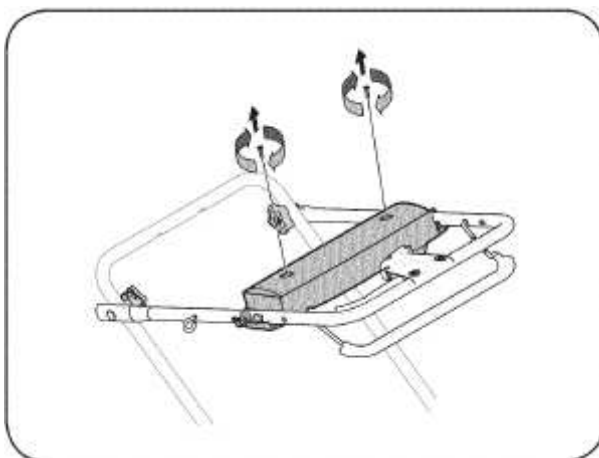

РИС.19
1. Ослабьте звездообразные рукоятки, используемые для крепления нижней и верхней частей ручки газонокосилки, сложите верхнюю часть руки в сторону нижней, как показано на Рис. 19.
2. Извлеките два винта, удерживающие крышку батареи на корпусе батареи (см. Рис. 19).
ПРИМЕЧАНИЕ: используемая аккумуляторная батарея может незначительно отличаться от показанной на Рис. 19 (см. Перечень запчастей).
1. Откройте крышку батарейного отсека в соответствии с инструкциями, приведенными в параграфе Замена аккумуляторной батареи (см. Рис. 19).